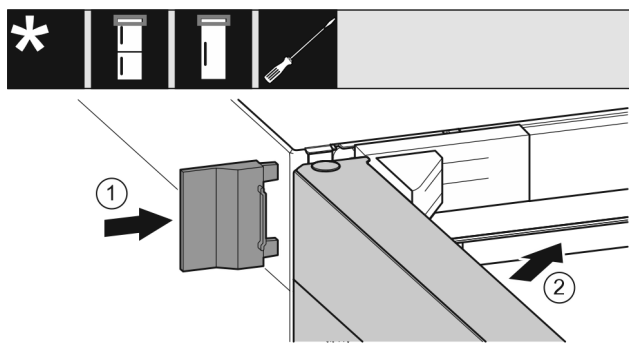

Fig. 26
- Applicare la copertura esterna Fig. 26 (1).
- Chiudere la porta superiore Fig. 26 (2).